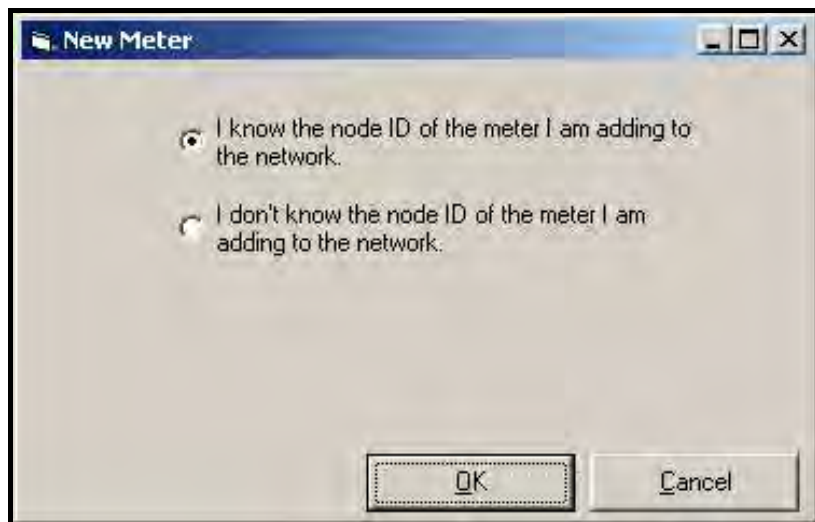

Figura 41: Reconocimiento de la ID de nodo del instrumento
Si conoce la ID de nodo, seleccione **"I know the node ID of the meter I am adding to the network"** (Conozco la ID del medidor que estoy añadiendo a la red) y haga clic en el botón OK (consulte la Figura 41). Si no sabe cuál es la ID de nodo, prosiga en la página 75).
**Nota:** *La red a la que hace referencia la Figura 41 es una red de medidores conectados a un mismo puerto de comunicaciones. Una red de medidores PanaView™ admite la conexión de un máximo de 16 medidores.*